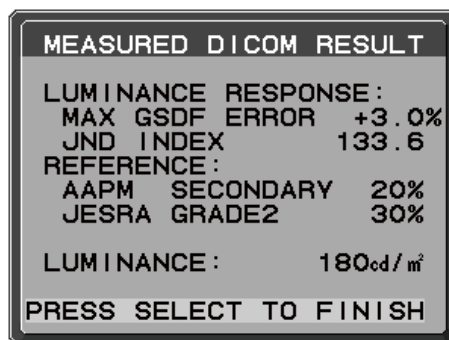

图 D.2
4. 出现 **DICOM MEASURED RESULT**（DICOM 测量结果）信息（图 D.2）后。您可使用控制键设置 **DATE**（日期）和 **TIME**（时间），然后按 **SELECT** 键。